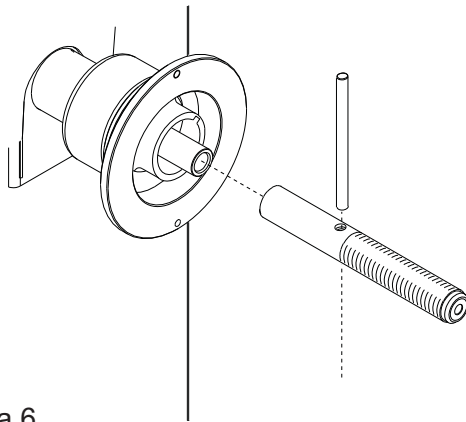

Figura 6
A. Monte el eje roscado en el eje de la equilibradora. Apriete firmemente con la varilla suministrada. (Figura 6).